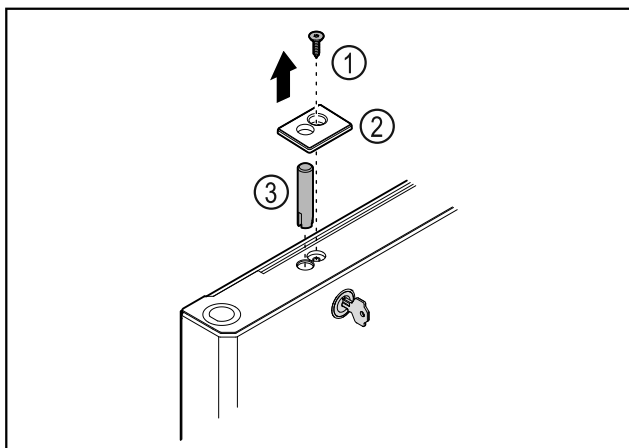

Fig. 38
- ▶ Îndepărtați șurubul Fig. 38 (1).
- ▶ Deblocați apărătoarea Fig. 38 (2) cu o șurubelniță mică și detașați-o.
- ▶ Extrageți bolțul încuietorii Fig. 38 (3).